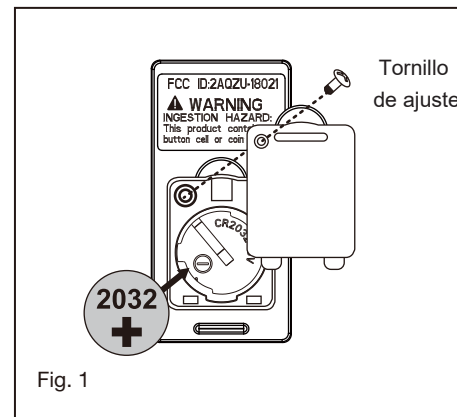

Fig. 1
- 1 Quite uno de los tres tornillos del eje de montaje ubicado en el motor del ventilador. Afloje los otros 2 tornillos. (No quitar) (Fig.1)
Retire el panel del transmisor y luego instale una batería 2032 (incluida). Necesita utilizar un destornillador para abrir o cerrar la tapa de la batería. Para evitar daños al transmisor, retire la batería si no la usa durante periodos prolongados (Fig. 1)